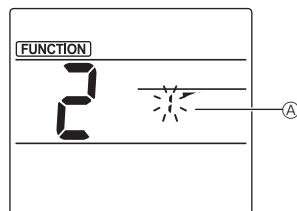

Fig. 2
② Valg af ventilatorvingenummer (Fig. 2)